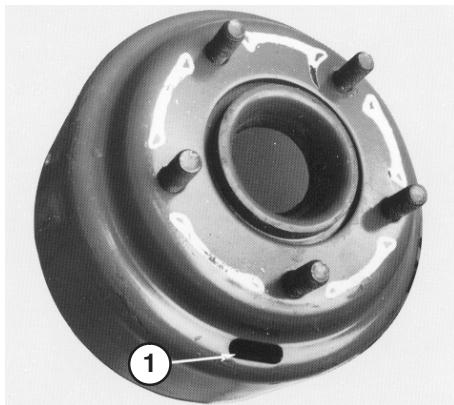
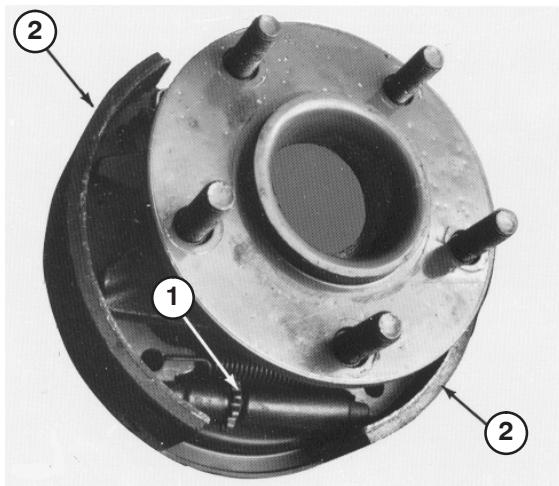

Figure 69
Figure 70
- Retirez les écrous de roue et faites dégager l'ensemble jante et pneu des goujons. Tournez le tambour de frein jusqu'à ce que la fente de réglage se trouve en bas, centrée au-dessus de l'écrou en étoile de réglage des mâchoires de frein (Fig. 69).
- Avec un outil spécial de réglage de frein ou un tournevis, tournez l'écrou en étoile (Fig. 69) vers le bas jusqu'à ce que le tambour de frein (Fig. 70) se verrouille sous l'effet de la pression extérieure des mâchoires de frein (Fig. 70).